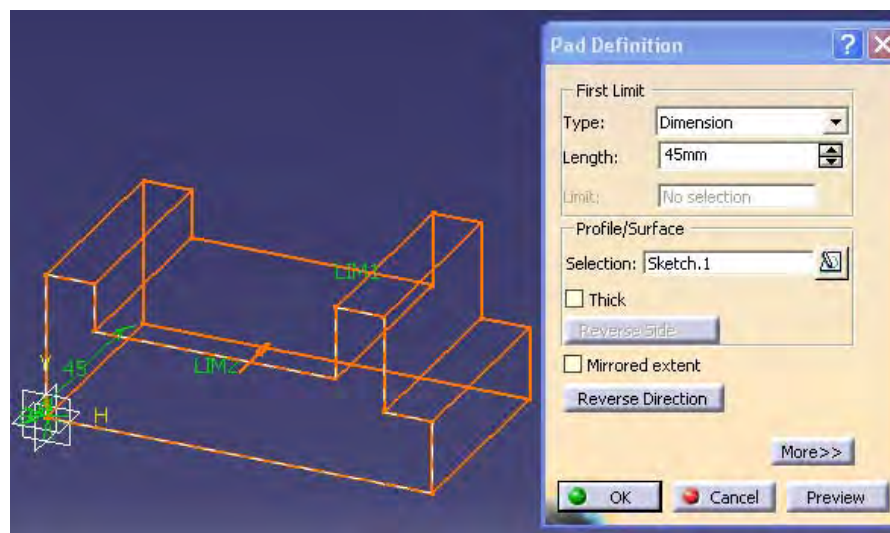

Figura 4.48: PAD DEL PERFIL 1
3.-Ir al modulo PART DESIGN, se selecciona la herramienta PAD para extruir el perfil como se muestra en la figura 4.48. Aparece la ventana de dialogo PAD en ella se selecciona el Type (dimension), se introduce el valor de longitud en el cuadro length (45 mm) y dar reverse direction (dirección).